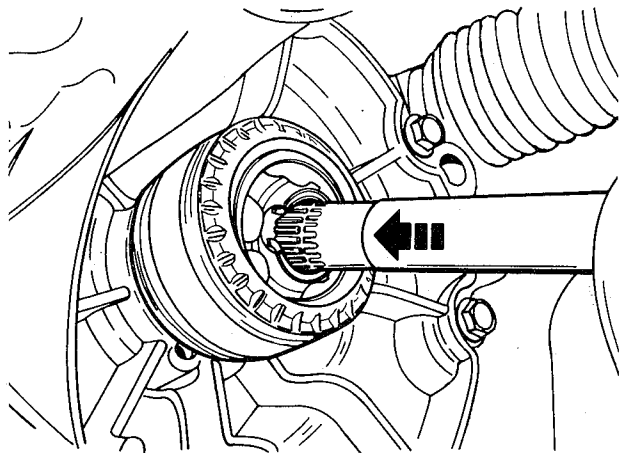

fig. 27
3. Ligar a semi-árvore intermediária à junta homocinética interna. Pressionar a semi-árvore introduzindo-a nas estrias da junta até o anel-trava se acoplar: se necessário, usar um anel-trava novo (fig. 27). Aplicar a graxa especificada